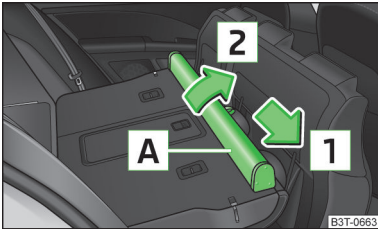

Abb. 105
- Das Gehäuse **A** in Pfeilrichtung **1** schieben und aus den Aufnahmen am Rücksitz in Pfeilrichtung **2** » Abb. 105 herausnehmen.
- Die Aussparungen des Gehäuses **A** » Abb. 105 in die Aufnahmen an den Rücksitzlehnen einsetzen.